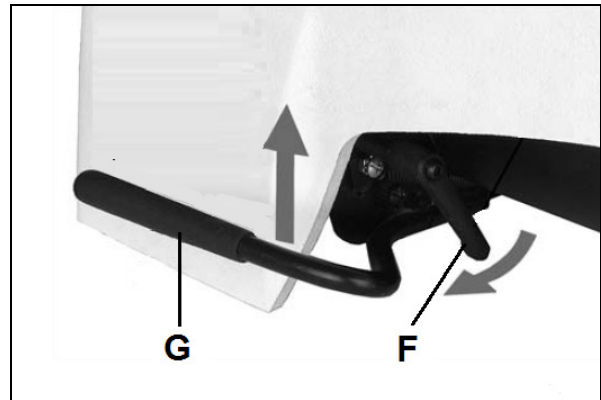

Fig 22
Den Riemen entspannen. Dazu am Griff (F, Fig 22) ziehen und den Motor am Bügel (G) anheben.